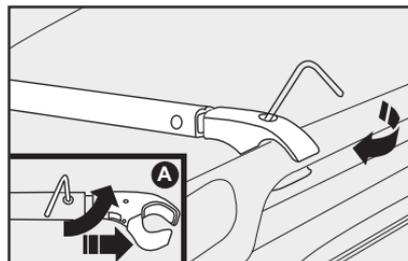

fig. 138
3) Apriete los tornillos allen de sujeción de las barras utilizando para tal la llave "L" específica **fig. 138**.
Para proporcionar más facilidad de instalación, las barras transversales poseen una regulación telescópica que posibilita alterar la longitud de las mismas - detalle **fig. 138**. Es importante recordar constantemente que en la instalación de las barras siempre se deberá respetar la numeración estampada en las mismas.